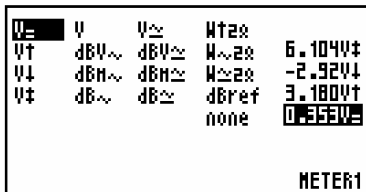

Fig 27
2. Druk op de **UP** of **DOWN**-toetsen om te bepalen welke parameter *METER 1* zal meten. (Fig 27).
2. Pressez **UP** ou **DOWN** pour déterminer le paramètre que mesurera **METER 1**. (**Fig 27**).
2. Drücken Sie die **UP** oder **DOWN**-Tasten um den Parameter, den **METER 1** messen wird, zu bestimmen. (**Fig 27**).